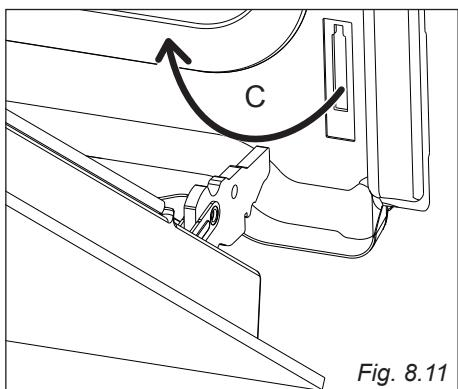

Fig. 8.11
- Retirez les crochets de charnière de leur emplacement en suivant la flèche "C" (fig. 8.11).